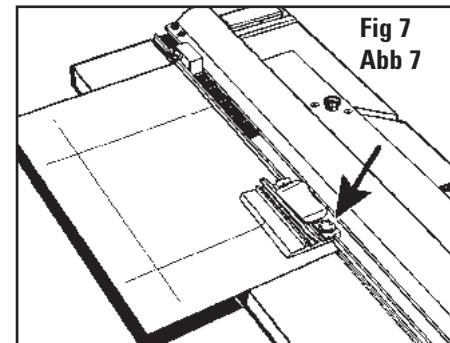

Fig 7
4. Fixer le couteau en biseau 702 et placer le repère de début et de fin sur la ligne tracée au crayon (Fig. 7)
5. Appuyer sur le goujon anti-glissement et faire pivoter fermement le support de lame dans le passe-partout (Fig. 7)
4. Setzen Sie den Schrägschnitt-Schneidkopf auf der Führungsschiene auf und verschieben Sie ihn so, dass sich seine Start- & Stop-Markierung mit der oberen Hilfslinie trifft. (Abb. 7)
5. Pressen Sie mit der linken Hand auf die Anti-Rutschnadel und drücken Sie das Klingmagazin mit der Klinge fest nach vorn in den Karton. (Abb. 7)
4. Una el cortador de bisel 702 y coloque el indicador de inicio y de parada sobre la línea marcada con lápiz. (Fig. 7)
5. Presione hacia abajo el Pasador Anti-Arrastre y gire firmemente el Sujetador de la Cuchilla dentro de la lámina perimétrica. (Fig. 7)
4. Agganciare la taglierina per passepartout a smusso 702 e posizionare l'indicatore di inizio e di fine sulla linea tracciata a matita. (Fig. 7)
5. Premere il perno antiscivolo e inserire il portalamina nel passepartout ruotandolo verso il basso. (Fig. 7)